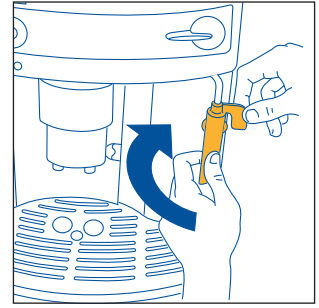

Fig.25
- Gire el mando en sentido de las agujas del reloj y, con una mano, mantenga firme la perilla del tubo del emulsificador y con la otra, desenrosqueló hacia la derecha y extráigalo hacia abajo (fig. 25).